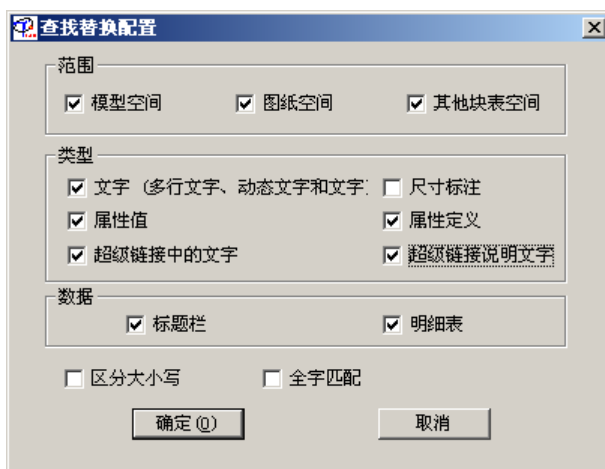

图 5-13
4. 选择“选项”指定要包含在搜索中的文字范围、类型及标题栏、明细表数据等，如图 5-13 所示。同时可以指定全字匹配，也可以指定区分大小写。